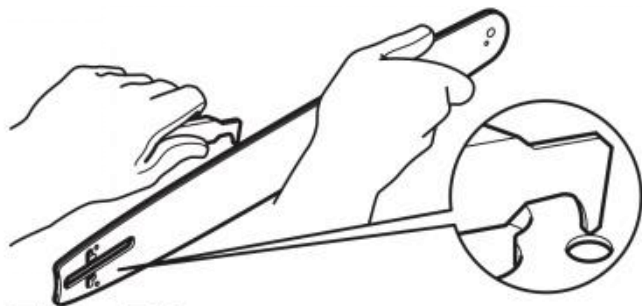

Fig. 71
4. Elimine los residuos de los rieles de la barra guía (C13) utilizando un destornillador, una espátula, un cepillo de alambre u otra herramienta similar. Esto mantendrá abiertos los conductos de aceite para proporcionar una lubricación adecuada a la barra guía (C13) y la cadena de la sierra (C12) (Fig. 71).